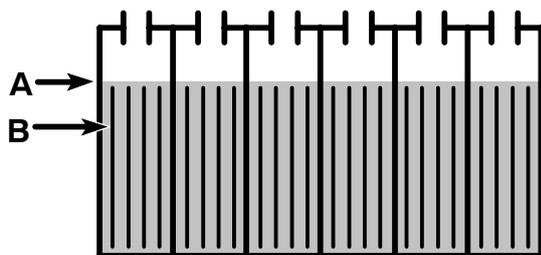

ABB. 24
3. Prüfen Sie vor dem Laden der Batterien regelmäßig den Elektrolytstand in jeder Batteriezelle (Abbildung 24).
Der Elektrolytstand (A) muss die Batterieplatten (B) gerade bedecken. Füllen Sie, falls erforderlich, destilliertes Wasser auf. NICHT ZU VIEL WASSER EINFÜLLEN, da sich die Flüssigkeit beim Laden ausdehnt und überläuft. Bringen Sie die Batterieklappen vor dem Laden wieder an (Abbildung 24).